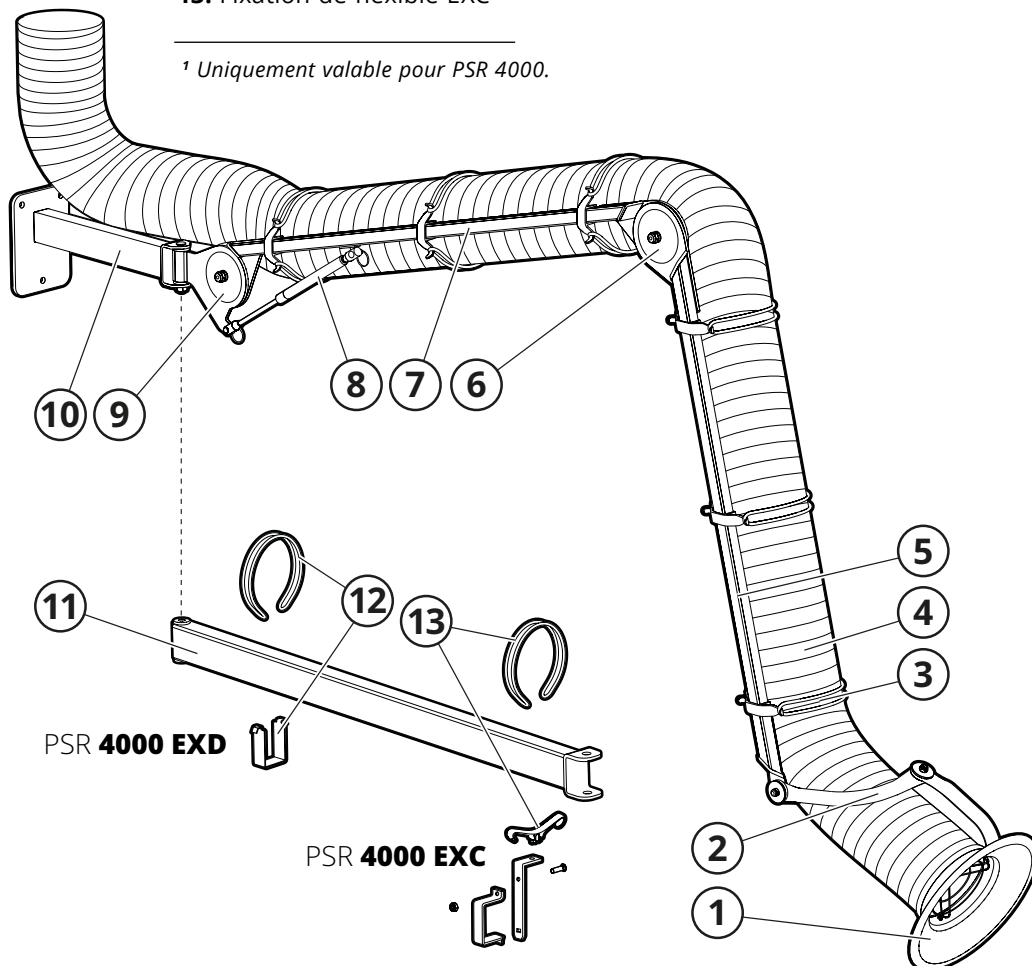

Fig. 2
Voir la Fig. 2.
Le dispositif d'extraction locale se monte sur une fixation murale (10, Fig. 2) en standard et comporte des bras porteurs placés à l'extérieur (5, 7). Sur l'articulation supérieure (9) se trouve un vérin à gaz (8) qui équilibre le poids du bras. La résistance du bras est réglée dans chaque articulation (6, 9). La hotte (1) est conçue pour une efficacité d'aspiration maximale et est idéale pour l'interception des gaz et poussières. L'articulation de la hotte (2) peut se plier de 180+180°. Le flexible (4) est monté sur le bras à l'aide de la fixation de flexible Fumex Q-Maid™ (3).